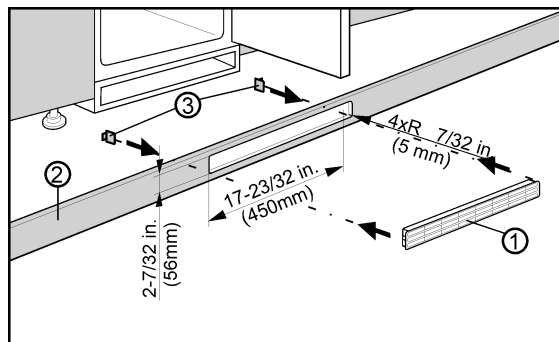

Fig. 7
L'aération à partir du bas au travers du plancher de l'élément de cuisine peut être réalisée à l'aide de la grille de ventilation *Fig. 7 (3)* fournie ou d'une ouverture de ventilation dont la surface de section est d'au moins 31 in² (200 cm²). Si vous utilisez la grille de ventilation jointe *Fig. 7 (1)*, procédez comme suit :
- ▶ Placer la grille de ventilation *Fig. 7 (1)* dans la découpe réalisée dans le plancher de l'élément de cuisine *Fig. 7 (2)*.
- ▶ Enchâsser les raccords encliquetables *Fig. 7 (3)* à partir de l'arrière dans la grille jusqu'à ce que les crochets touchent le plancher de l'élément de cuisine.